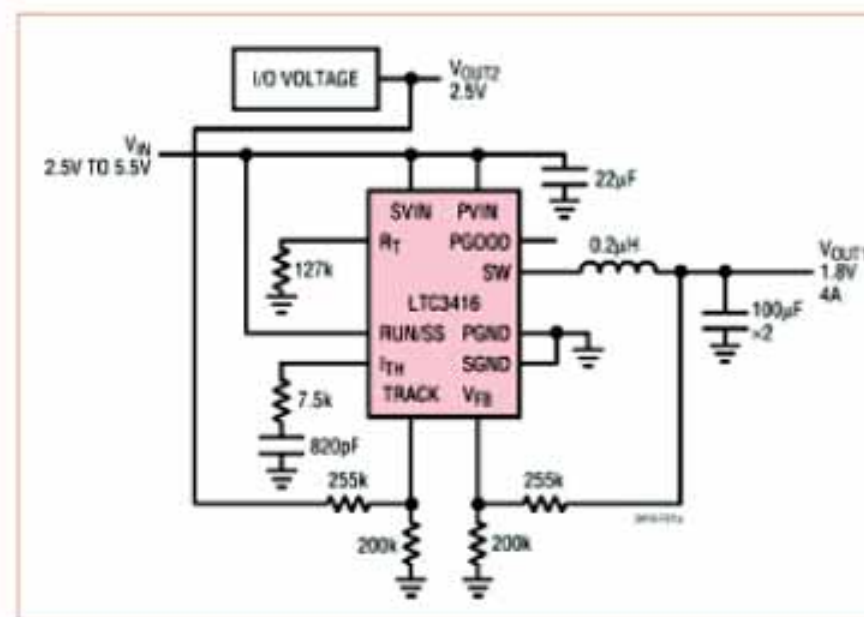

图 2. 一个具有跟踪功能的 4A、2.5V 到 1.8V 的稳压器。
单又有效的电源排序方法。LTC3416 就是一个例子。LTC3416 是一个具备 300kHz 至 4MHz 频率范围, 易于进行电源排序的单片型、恒定频率、电流模式的降压转换器。强制连续式操作可使 LTC3416 在整个负载范围内保持恒定频率, 容易过滤掉开关噪音, 并减少射频 (RF) 干扰。这对电磁干扰 (EMI) 敏感的应用是十分重要的。此外, LTC3416 的工作输入电压范围是 2.25V 到 5.5V, 能产生 0.8V 和 5V 之间的输出电压, 如图 2 所示。